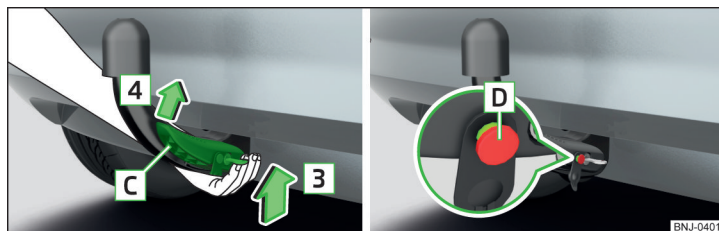

Fig. 236 Colocar barra de cabeza esférica / perno de desbloqueo en el estado desplegado
- Agarre la barra de cabeza esférica **desde abajo** » fig. 236 y encájela en la cavidad de alojamiento siguiendo el sentido de la flecha **3** hasta que se encastre de forma audible » **I**.